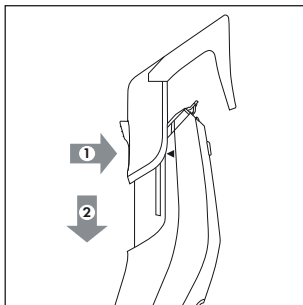

Abb. 2
- ♦ Zum Aufstecken eines Kammaufsatzes **10/11** drücken Sie diesen unterhalb des Scherkopfes **1** auf das Gerät. Achten Sie dabei auf die seitlichen Führungsschienen **3** links und rechts. Schieben Sie den Kammaufsatz **10/11** entlang der Führungsschienen **3** nach unten (siehe Abb. 2). Halten Sie dabei den Knopf hinten am Kammaufsatz **10/11** gedrückt.